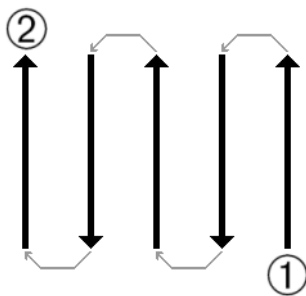

Abbildung 50: Festgelegte Laufrichtung
In der Abbildung 50 sind die Varianten nochmals schematisch dargestellt. Die Suche beginnt jeweils im Startpunkt ① und endet im Punkt ②.